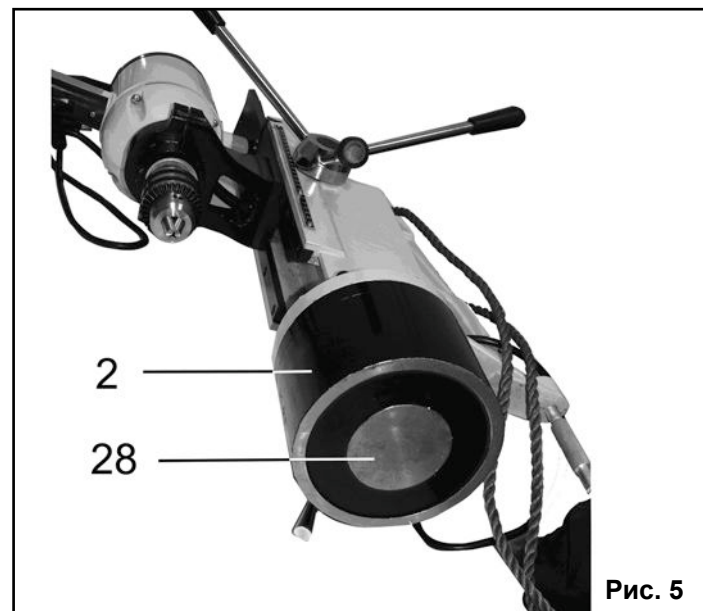

Рис. 5
9.2.2.Перед монтажом станка убедитесь, что поверхность, на которую устанавливается магнитная подушка (2) станка, сухая, чистая, плоская и ровная. Контактная поверхность (28) магнитной подушки (2), Рис.5, должна быть сухой и чистой. Обеспечьте непосредственный контакт между монтажной металлической поверхностью и поверхностью (28), Рис.5, магнитной подушки (2) станка по всей ее рабочей площади.